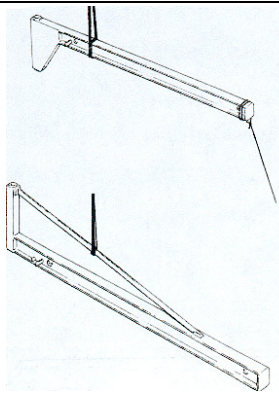

Fig.42
1. Fixer le bras, en utilisant des élingues textile aux points indiqués par le marquage et lever avec les moyens appropriés à cet effet (ponts roulant, chariots, etc.). Garder la poutre horizontale par rapport au sol et vérifier en permanence la stabilité de la flèche. Éviter les oscillations et si nécessaire, maintenez l'équilibre à l'aide d'un point d'attache en extrémité de la flèche (fig. 42).